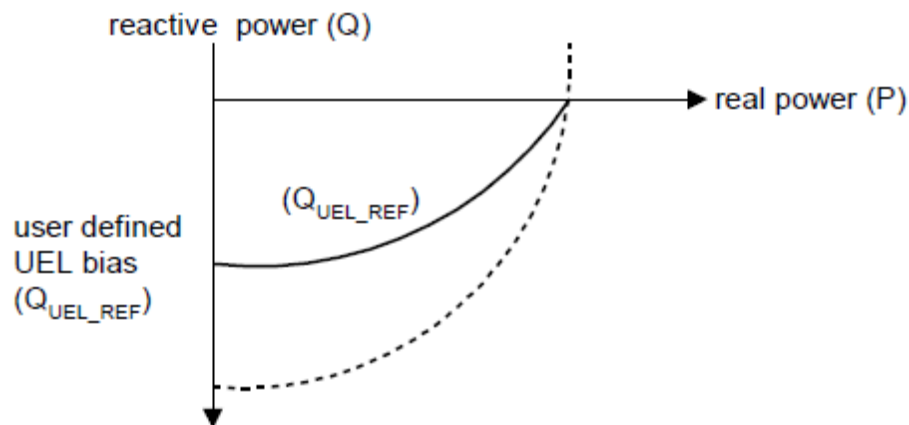

图34-7. 欠励限制器参考
1. 内部 UEL 工作特性旨在模拟 PQ 平面上限制器的特性，如图34-7所示。UEL 参考值 (Q_UEL_REF) 是根据输入参数“UEL 偏置 (QBIAS)”和有功功率 (P) 生成的，如下式所示，P 和 QBIAS 按位运算：